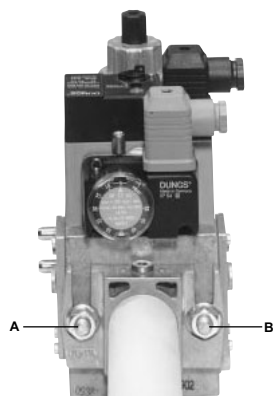
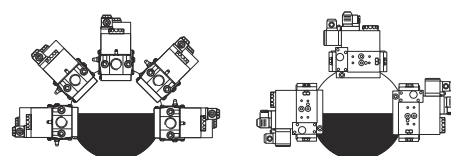

Fig. 3
Fig. 6
3. stringere le viti A, B, C e D (Fig. 3 - Fig. 4), rispettando le posizioni di montaggio (Fig. 6);